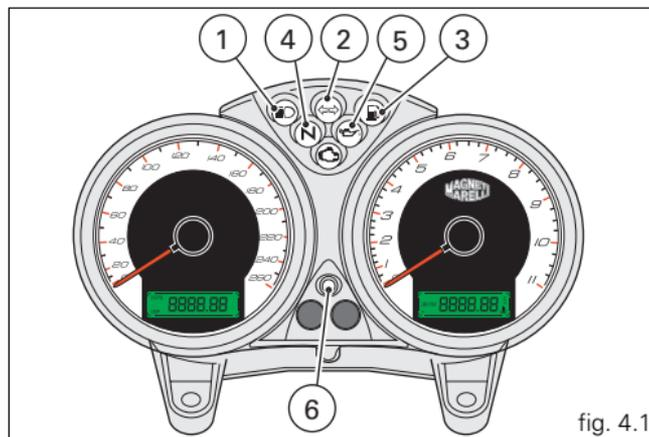
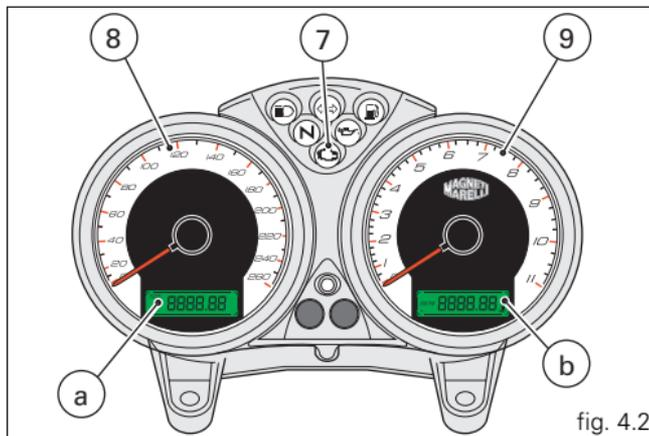
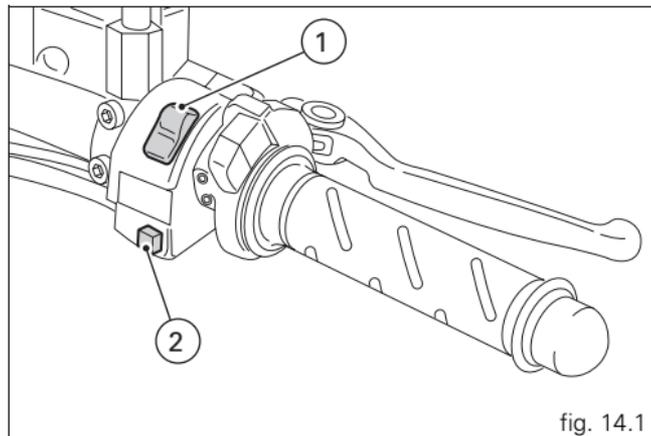

fig. 4.1
fig. 4.2
fig. 14.1
Tableau de bord (fig. 4.1 et fig. 4.2)
Cette procédure permet, en cas de problèmes au système anti-démarrage, de désactiver la fonction « blocage du moteur », signalée par l'allumage du témoin ambre EOBD (7, fig. 4.1).
Le témoin EOBD (7, fig. 4.1) s'éteint après 8 secondes.
Compter un nombre de clignotements du témoin EOBD (7, fig. 4.1) égal au premier chiffre du code secret.
1) Si le code est reconnu, le témoin (6, fig. 4.1) sur le tableau de bord, émettra un bref clignotement ; le système antivol a reconnu le code de la clé et désactive le blocage du moteur. En appuyant sur le bouton START (3, fig. 14.1), le moteur démarre ;
Comodo droit (fig. 14.1)